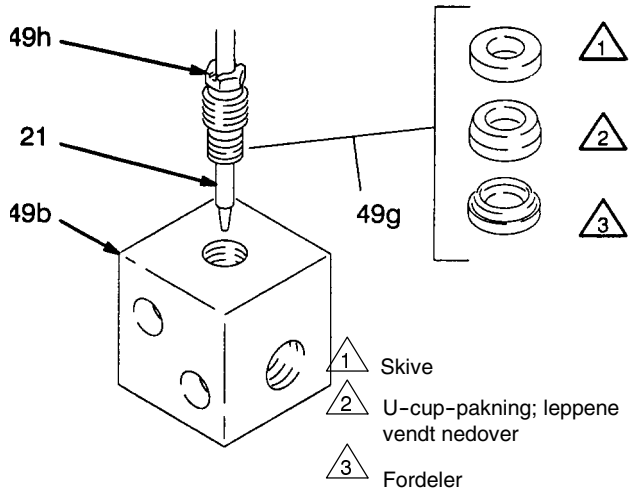

Fig. 8
4. Plasser aktivatorpakningsskruen (49h) og pakningene (49g) på væskenålen som vist på Fig. 8. Sett skruen inn i huset (49b) og entre pakningsskruens gjenger.